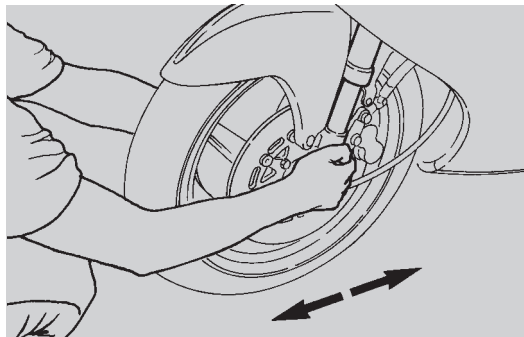

Fig. 45
- secouer la fourche dans le sens de la marche (Fig. 45);